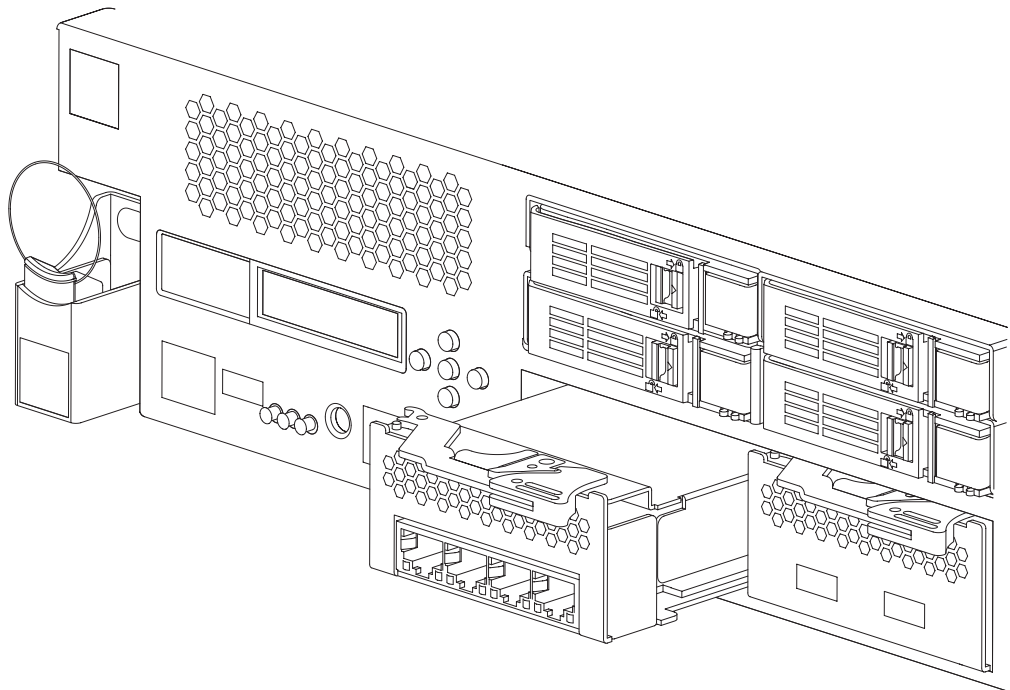

Figura 18. Extracción de un módulo Ethernet
- Tire de la palanca hacia usted para retirar los módulos de Ethernet, tal como se muestra en la Figura 18.